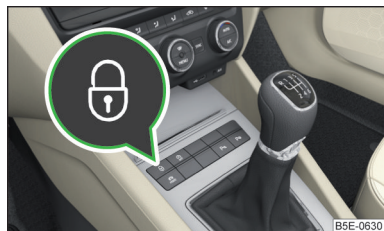

Fig. 34
► Para **bloquear/desbloquear** la tecla  presione » fig. 34.